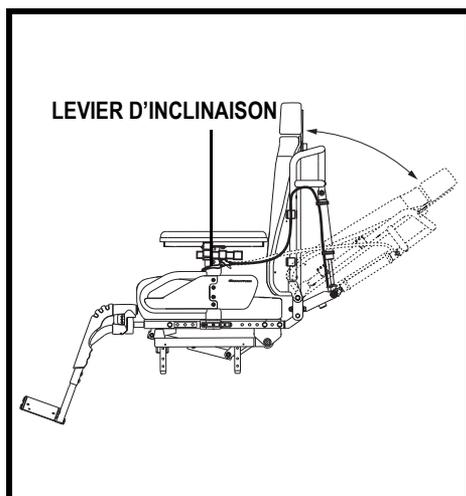

Figure 3. Ajustement manuel de l'inclinaison du dossier
Votre siège peut être équipé d'un dispositif de réglage manuel de l'angle du dossier: la plage de réglage se situe à partir de la position droite (90° par rapport au siège) jusqu'à l'inclinaison maximale (135° par rapport au siège). Voir la figures 3 et 4.
1. Asseyez-vous avec le dos fermement sur le dossier et appuyez sur le levier d'inclinaison qui est installé sur l'accoudoir. **Voir la figure 3.**
7. Démontez le levier d'inclinaison et installez-le dans la fixation sur l'autre accoudoir. **Voir la figure 3.**